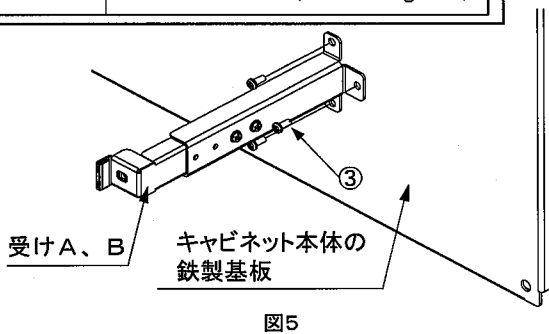

図5
## 4. 受けA、BをFULキャビネット本体の鉄製基板へ、受けCを「天面鉄製基板」へそれぞれ+なべ小SタイトねじM6×12③にて、1で開けた穴にねじ止めしてください。(図5、6)